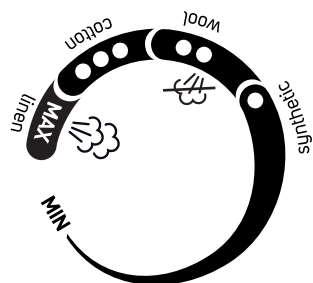

Fig.5
- Una vez alcanzado el calentamiento (punto 1 de temperatura), mantenga el interruptor de limpieza pulsado durante 5-6 segundos para que la plancha entre en modo de limpieza. El indicador parpadea. Fig.5